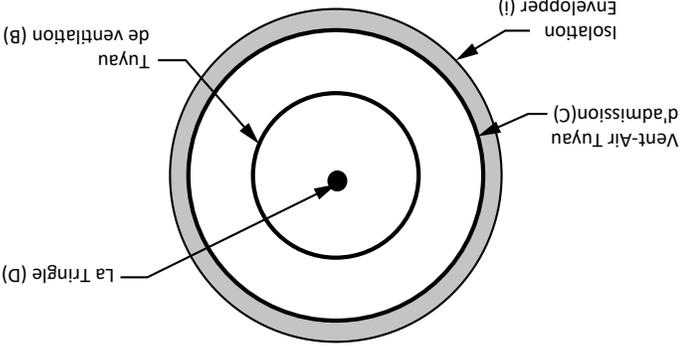

Figure 26
3. Faites glisser l'écran thermique (K) dans le trou carré de 11-1/4 po (286 mm) x 11-1/4 po (286 mm). Fixez l'écran thermique (K) au support mural à l'aide du matériel approprié.
4. De l'extérieur du mur, vissez légèrement la tige (D) sur le support situé à l'intérieur de la sortie de fumée de l'appareil.
5. Enveloppez le tuyau d'admission d'air (C) avec l'isolant fourni (I) (côté feuille vers l'extérieur) et placez la bande de ruban fournie (H) le long de la couture pour le fixer.
6. Faites glisser le plus petit tuyau d'évent (B) de l'extérieur de votre maison) à travers le trou dans le mur et fixez-le à l'appareil de chauffage monté à l'intérieur de votre maison. Assurez-vous que le tuyau de ventilation est bien ajusté et engagé dans le radiateur. Faites ensuite glisser le plus grand tuyau d'admission d'air de ventilation, avec l'isolant enveloppé et scotché à l'extérieur du tuyau, à travers le même trou et sur le plus petit tuyau d'aération (B) et fixez-le au radiateur.
REMARQUE : Il est essentiel que l'enveloppe isolante (I) soit enveloppée et fixée avec le ruban adhésif à l'extérieur du plus grand tuyau d'admission d'air de ventilation (C). L'isolant ne doit PAS être enroulé entre le tuyau d'évent (B) et le tuyau d'admission d'air d'évent (C) (voir figure 26).